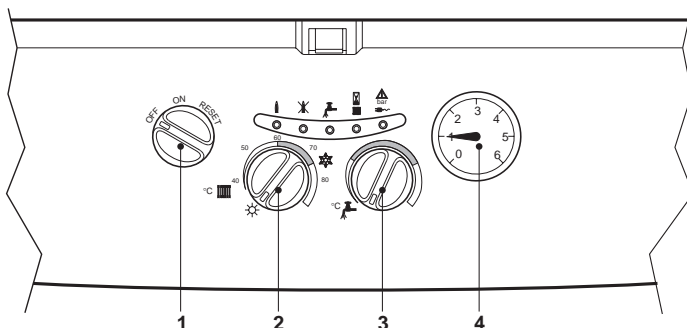

Fig. 12
### "INVERNO" (fig. 12)
### "ESTATE" (fig. 12)
Ruotare il commutatore (fig. 12 - part. 2), sulla posizione ON.
- A questo punto scegliere se far funzionare la caldaia per il riscaldamento e la produzione d'acqua calda sanitaria, o per la sola produzione d'acqua sanitaria. Se si sceglie la prima condizione di funzionamento: riscaldamento + acqua calda sanitaria, posizionare la manopola 2 (fig. 12) sulla posizione Inverno in corrispondenza ad un valore superiore a 50°C e quella dell'eventuale termostato ambiente, sul valore di temperatura desiderato. A questo punto il bruciatore si accende e la caldaia inizia a funzionare automaticamente, controllata dai suoi dispositivi di regolazione e di sicurezza.
Se si sceglie invece la seconda condizione di funzionamento: solo acqua calda sanitaria, posizionare la manopola 2 (fig. 12) sulla posizione Estate. A questo punto la caldaia è pronta per funzionare automaticamente ogni qualvolta si prelevi acqua calda sanitaria.
**Nota** - Se dopo aver eseguito correttamente le manovre di accensione, i bruciatori non si accendono e la spia blocco si illumina, attendere circa 15 secondi e quindi ruotare con forza la manopola 3 (fig. 12) sulla posizione **RESET** e rilasciarla. La centralina ripristinata ripeterà il ciclo di accensione. Se, anche dopo il secondo tentativo, i bruciatori non si accendessero, consultare il paragrafo "Ricerca guasti".
La regolazione della temperatura dell'acqua di riscaldamento si effettua ruotando l'apposita manopola (fig. 12 - part. 2). Ruotando la manopola in senso orario la temperatura dell'acqua di riscaldamento aumenta, in senso antiorario diminuisce. La temperatura può essere variata da un minimo di 35° ad un massimo di 85°. Consigliamo comunque di non far funzionare la caldaia al di sotto dei 45°.